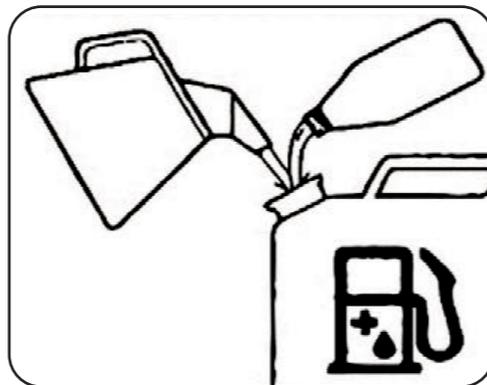

Рисунок 6.1. Топливо
- Всегда смешивать топливо и масло в отдельном чистом контейнере. Всегда следует начинать с заполнения половины количества используемого топлива. Затем добавить всё количество масла. Смешать (встряхнуть) топливную смесь. Добавить оставшееся количество топлива. Тщательно смешать (встряхнуть) топливную смесь перед заполнением топливного бака. (Рис. 6.1.)